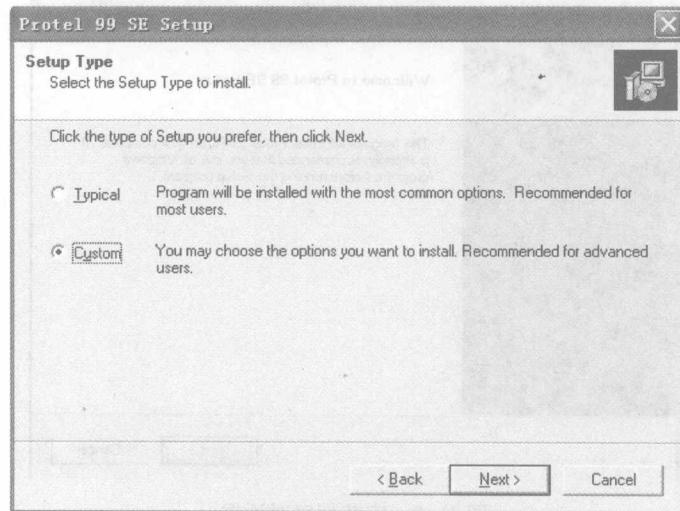

图 1-6 安装方式选择对话框
(6) 单击【Next】按钮，系统弹出的如图 1-6 所示的安装方式选择对话框中，可以选择 Typical 单选框进行典型安装，也可选择 Custom 单选框进行自定义安装，这里选 Custom 自定义安装，因为该模式安装 SIM99 仿真器，这在后续仿真分析时要用到。